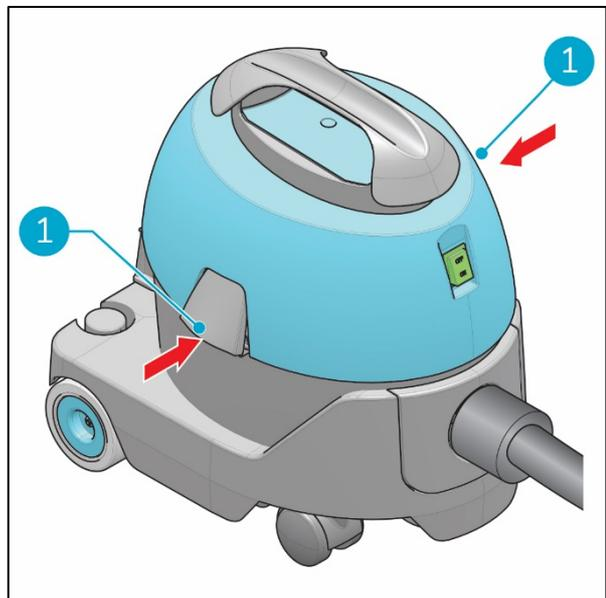

Figure 21
3. Fermez les loquets (Figure 21, pos. 1).